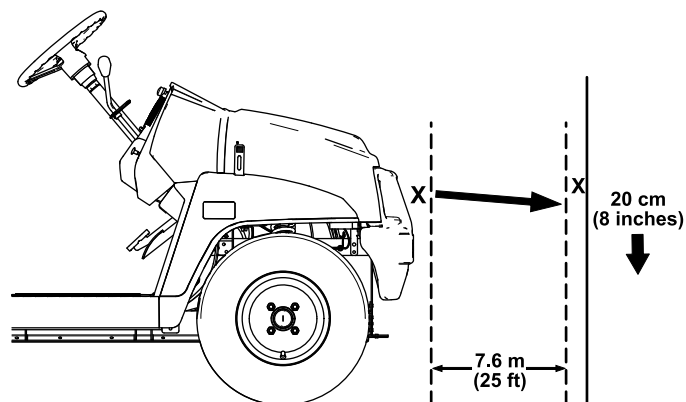

Figura 42
- Parcheggiate la macchina su terreno pianeggiante con i fari a circa 7,6 m di distanza da una parete (Figura 42).
La parte più luminosa del fascio dei fari deve trovarsi 20 cm sotto il segno tracciato sulla parete (Figura 42).